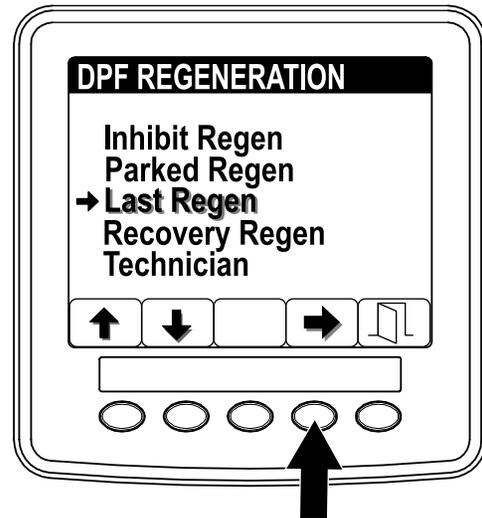

Figura 34
1. Accedete al menu DPF Regeneration e premete i pulsanti 1 o 2 per far scorrere il menu fino all'opzione LAST REGEN (Figura 34).
2. Premete il pulsante 4 per selezionare la voce Last Regen (Figura 34).